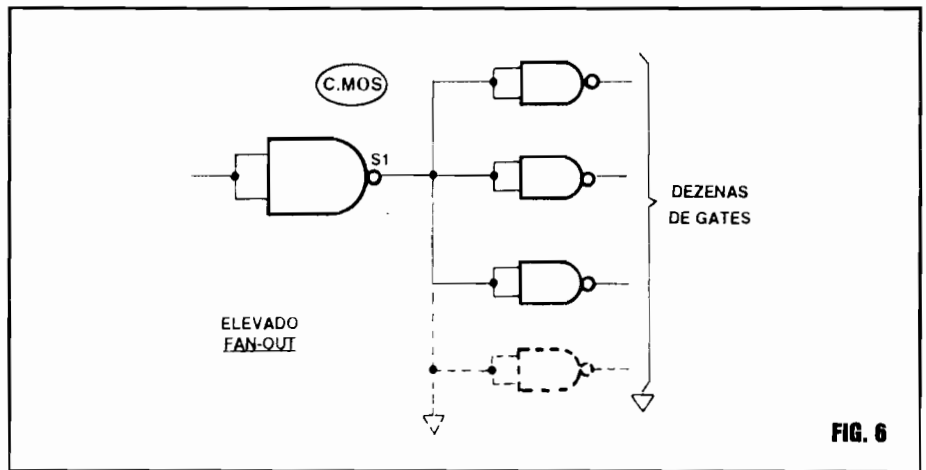

FIG. 6
- FIG. 6 - O FAN OUT DOS C.MOS... - Conforme já foi mencionado, o fan out dos C.MOS, muito alto, permite acoplar, se assim o circuito ou aplicação o requerer, dezenas e mais dezenas de Entradas de gates ou de outros blocos lógicos, ao comando de uma única Saída da mesma "família"... Não se esqueçam disso, pois é um importante conceito prático, na utilização desses versáteis Integrados DIGITAIS...